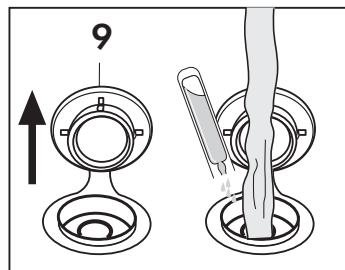

Fig. 23
• Versare un flacone da 10 ml nella caldaia) con 0,5 l di acqua, togliendo il tappo (9. (Fig. 23) e procedere con il normale funzionamento.